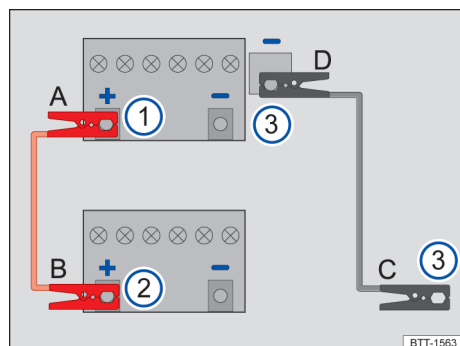

Fig. 163 Esquema para conexão dos cabos de partida.
Legenda para Fig. 163:
Os cabos de partida apenas deverão ser conectados seguindo a ordem **A – B – C – D** → Fig. 163.
- Conecte uma extremidade do cabo de partida *vermelho* ao polo positivo (+) da bateria 12 V do veículo que a possui sem carga → Fig. 163 ① → .
- Conecte a outra extremidade do cabo de partida *vermelho* ao polo positivo (+) do veículo que fornece corrente → Fig. 163 ②.
- Conecte uma extremidade do cabo de partida *preto* → Fig. 163 ③ preferencialmente a uma tomada para o auxílio de partida (terminal de aterramento) do veículo que fornece corrente; do contrário, ao bloco do motor ou a uma peça maciça de metal aparafusada fixa ao bloco do motor deste veículo.
- Conecte a outra extremidade do cabo de partida *preto* → Fig. 163 ③ preferencialmente a uma tomada para o auxílio de partida (terminal de aterramento) do veículo com a bateria 12 V sem carga; do contrário, ao bloco do motor ou a uma peça maciça de metal aparafusada fixa ao bloco do motor deste veículo → .
- Desconecte os cabos de partida apenas na ordem **D – C – B – A** → Fig. 163 com os motores funcionando.